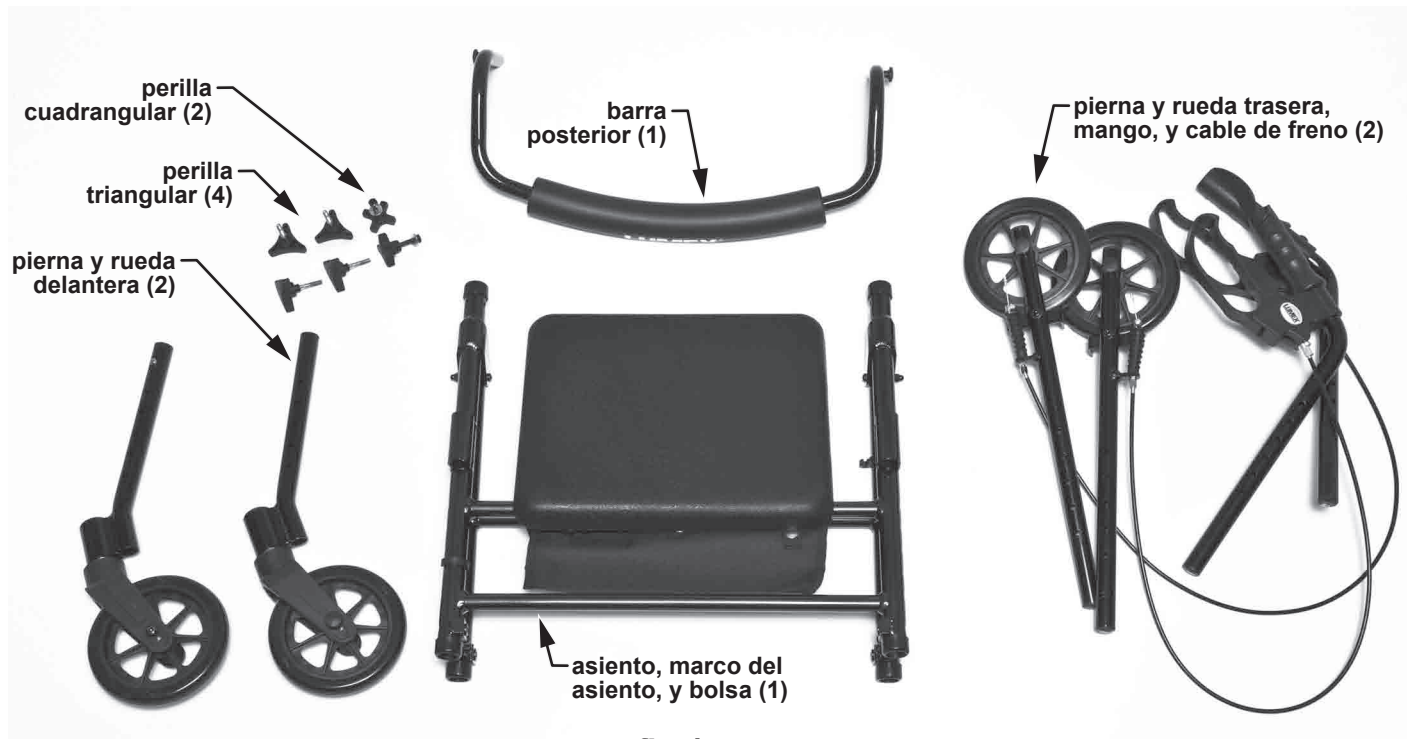

fig. 1
2. Inspeccione todos los componentes (se muestra más arriba en la fig. 1).